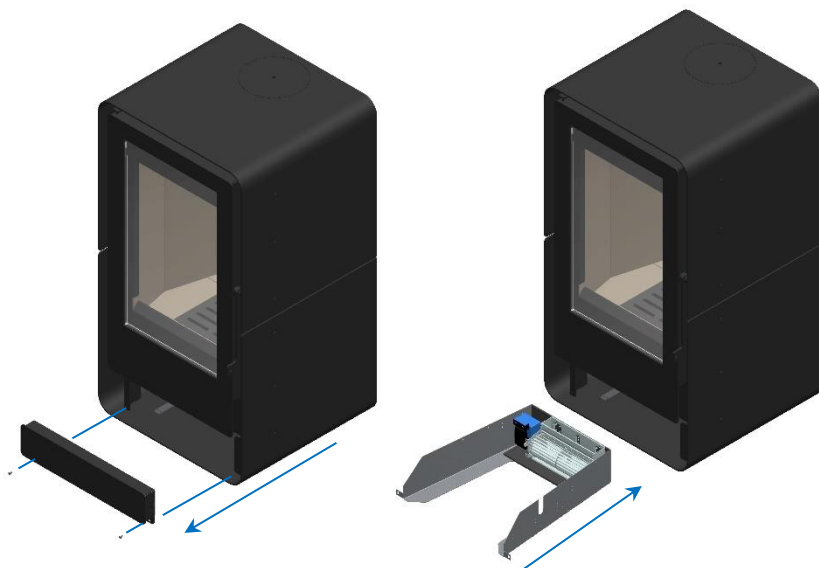

Figure 47 - Installation du kit de ventilation sur le poêle Tek Round Eco
* Pour son installation, vous devez d'abord retirer l'habillage avant de l'équipement et placer le ket de ventilation, Figure 47;